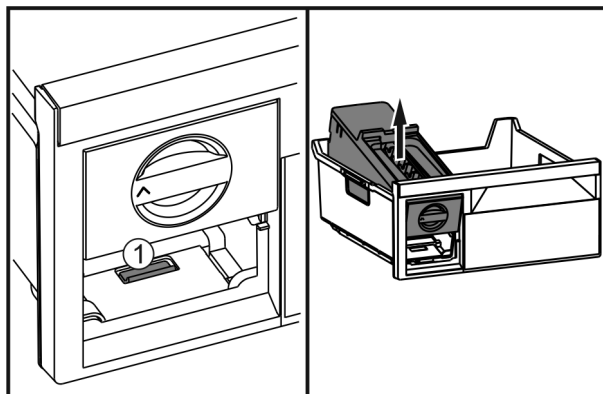

Fig. 39
- ▶ Wcisnąć nakładkę Fig. 39 (1), EasyTwist-Ice zdjąć od tyłu i wyjąć z szuflady zamrażalnika.